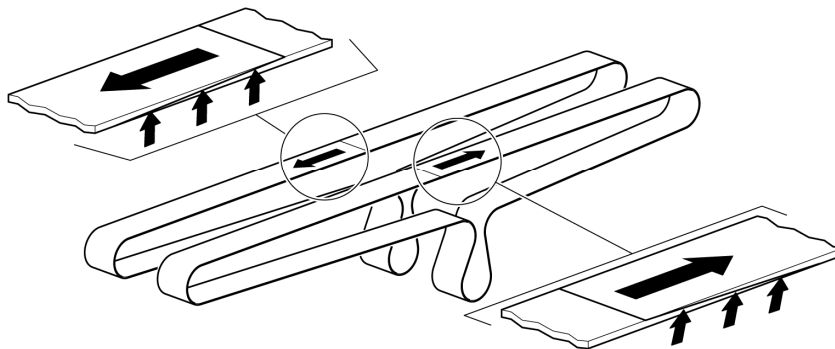

Abb.7
5. neues Transportband aufziehen und Komponenten in umgekehrter Reihenfolge wieder montieren. Laufrichtung vom Transportband beachten (siehe Abb. 7).